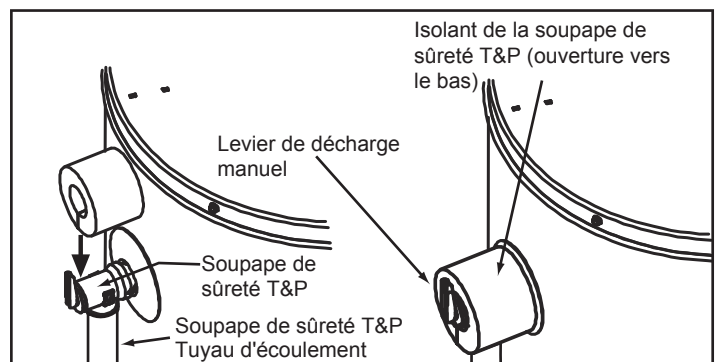

Figure 9. Isolation de la soupape de sûreté T&P
Repérez la soupape de sûreté température et pression (souvent appelée soupape de sûreté T&P), voir Figure 9).
2. Séparez délicatement ces deux parties et placez le morceau d'isolant sur la soupape de sûreté T&P, voir Figure 9). Appuyez légèrement sur l'isolant afin qu'il entre bien en contact avec la soupape de sûreté T&P. Une fois l'isolant bien ajusté, fixez-le en place à l'aide de ruban à conduit, électrique ou l'équivalent.
Important: l'isolant ou le ruban ne doit pas bloquer l'ouverture de décharge de la soupape ou l'accès au levier de décharge (Figure 9). Assurez-vous que le tuyau d'écoulement est correctement inséré dans l'ouverture de la soupape de sûreté T&P, comme décrit dans ce manuel.